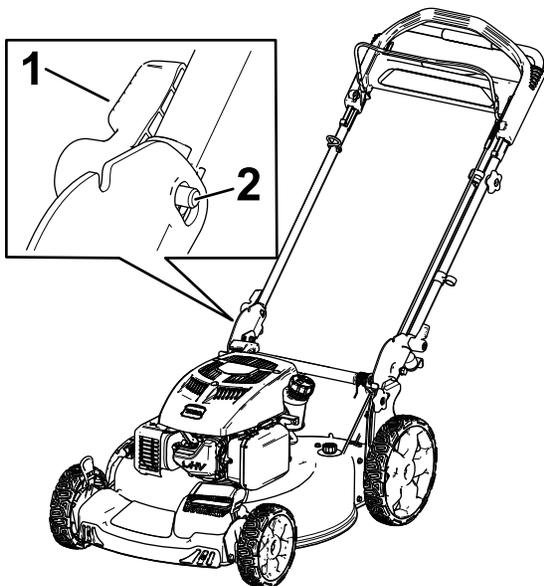

図 5
2. ハンドルロック 図 5 のピンをカチッと音がするまで完全にはめる。